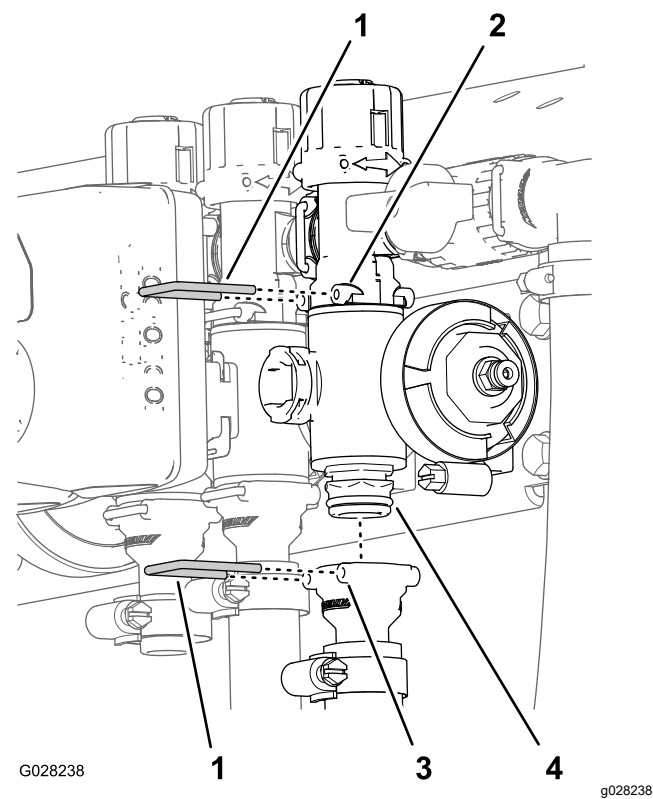

图 74
- 2. 拆下将出口接头固定至喷洒臂段阀歧管和将阀歧管固定至旁通阀接头的卡环图 74。